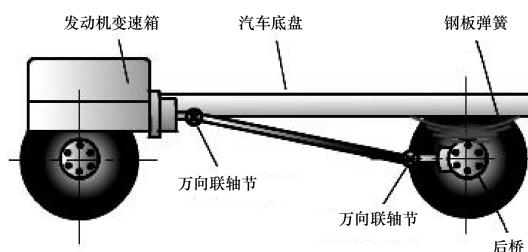

图 8-55 双向万向联轴节
- **双向万向联轴节：**1 个中间轴和两个单向万向联轴节。中间轴采用滑键连接，允许轴向距离有变动，如图 8-55 所示。